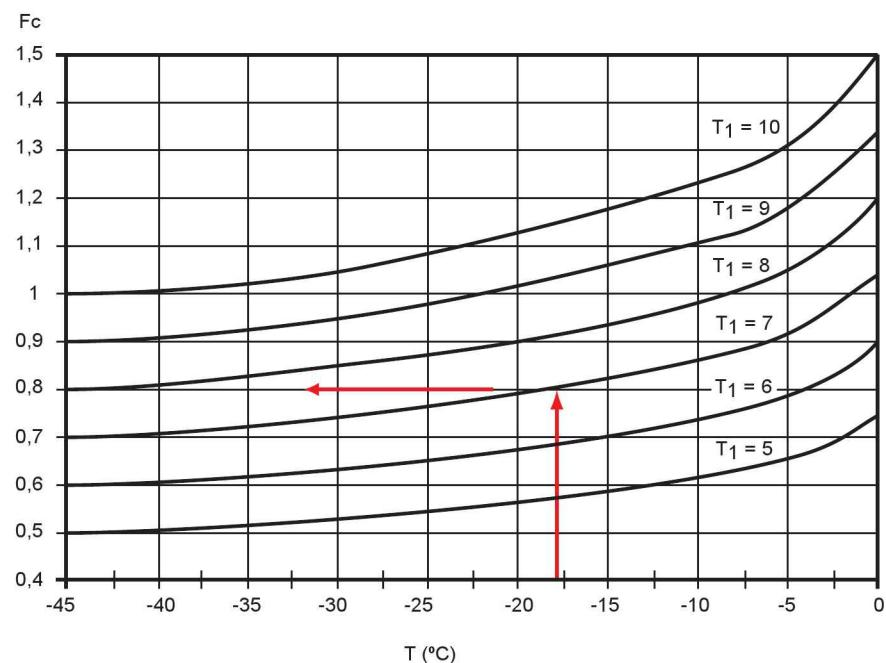

Figura 7.5. Gráfica de factor de corrección
Donde  $Q$  es la capacidad en condiciones dadas (kcal/h),  $Q_n$  es la capacidad nominal obtenida de tablas (kcal/h) y  $f$  es el factor de corrección (Figura 7.5.).
El factor de corrección depende de la temperatura de evaporación y del diferencial de temperaturas. Por ejemplo, fijándonos en la Figura 7.5., para una temperatura de evaporación de -18 °C y una diferencia de temperaturas entre el espacio a climatizar y el evaporador de 7 °C, obtendremos un factor de corrección de 0,8.
- Utiliza para ello la gráfica de la Figura 7.5.
7.4. En una instalación, contamos con un evaporador de circulación forzada que trabaja con una T.a de evaporación de -25 °C, un  $\Delta T$  de 8 °C y tiene una capacidad de 4.000 kcal/h. Calcula su capacidad nominal para los dos supuestos siguientes: que el  $\Delta T$  sea de 10 °C y que sea de 6 °C. Utiliza para ello la gráfica de la Figura 7.5.
7.5. Si observas la gráfica de la Figura 7.5., al aumentar la diferencia de temperaturas entre la cámara y el evaporador, disminuye la potencia. Explica por qué ocurre esto.